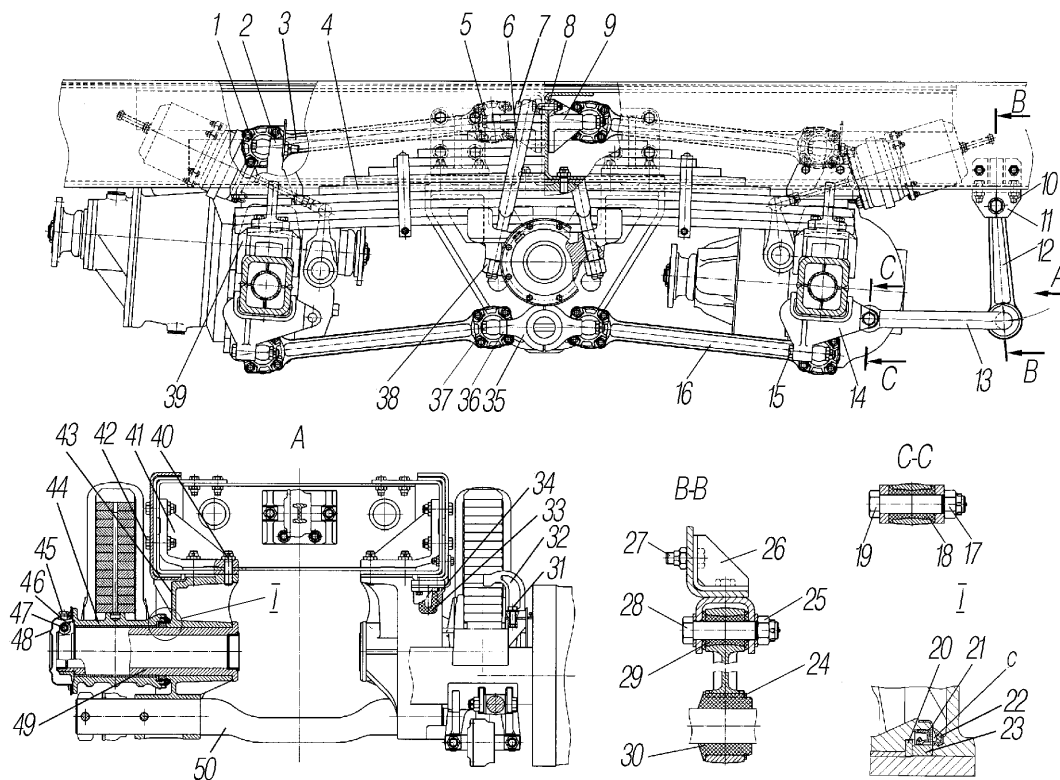

Рис. 31. Подвеска задняя:
**Задняя подвеска автомобиля балансирного типа на двух продольных полуэллиптических рессорах. Концы рессор скользят по опорным кронштейнам 39 (рис. 31).**
Перед установкой балансира на ось внутренние поверхности его очистить от грязи и смазать согласно карте смазочных материалов и рабочих жидкостей, заполнить полость «с» под кромкой защитного кольца 22 (см.рис. 31) смазкой.